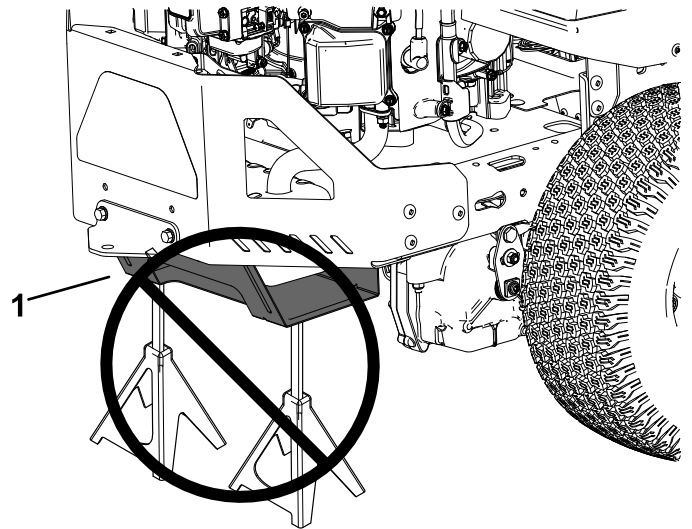

Bild 36
Stützen Sie die Maschine nicht auf der unteren Schalldämpferabdeckung (Bild 36) ab, da dies die Schalldämpferabdeckung beschädigen und zum Umstürzen der Maschine führen kann, wodurch Sie oder umstehende Personen verletzt werden.
4. Lösen Sie die Schlauchklemme und entfernen den Papiereinsatz (Bild 36).